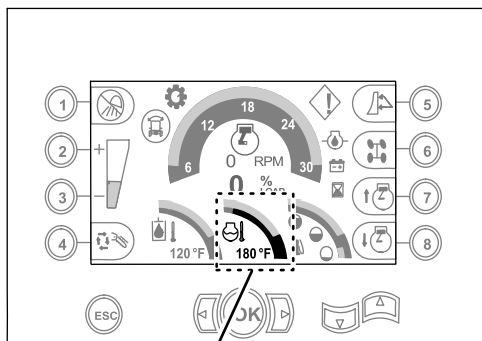

Bild 108
- C. Lassen Sie den Motor fünf Minuten lang laufen, oder bis die Anzeige für die Kühlmitteltemperatur auf dem Command-Center-Display 82 °C anzeigt. Stellen Sie den Motor dann ab (Bild 108).